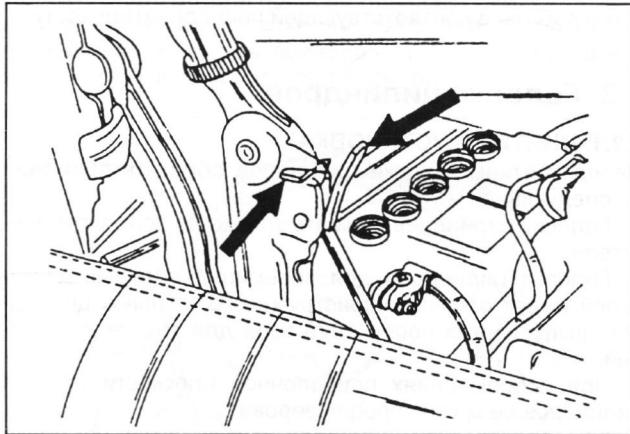

Рис. 9. Открыть капот в положение под углом 90°.
- ◆ Во избежание повреждений на крылья автомобиля положить защитные чехлы. Стопорный рычаг на левом кронштейне капота освободить и капот поднять вверх до выхода рычага из зацепления. Затем освободить стопорный рычаг на правом кронштейне капота. Капот перевести в вертикальное положение. На рис. 9. показано положение защелки.
- ◆ Капот автомобиля поставить в вертикальное положение как при снятии двигателя (см. рис. 9).